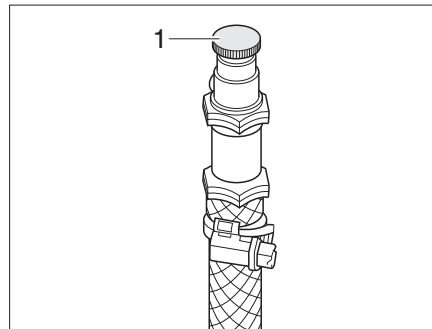

Fig. 394 Soupape de purge pour le chauffage à eau chaude
- Ouvrir la soupape de purge (Fig. 394,1) et la laisser ouverte, jusqu'à ce l'air soit complètement évacué du circuit.